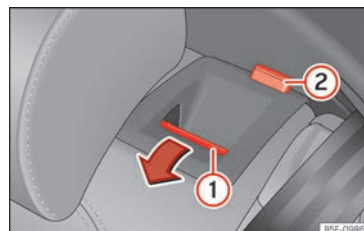

Abb. 71 Rücksitz: Rücksitzlehne vorklappen.
- Entriegelungstaste » » **[Abb. 71]** ① nach vorn drücken und gleichzeitig die Rückenlehne umklappen. Die Rücksitzlehne ist entriegelt, wenn die rote Markierung des Tasters ② sichtbar ist.